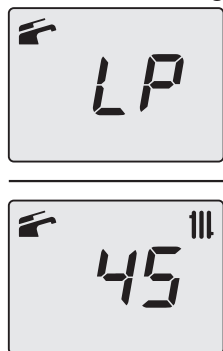

Figura 9.25
- Scorrere i vari parametri utilizzando i tasti 17 (indietro) o 19 (avanti) fino a far apparire sul display LCD le lettere **LP** che si alternano con il valore di temperatura dell'acqua di riscaldamento (es.45), indicanti l'entrata nell'attivazione della "funzione spazzacamino" alla potenza minima in sanitario (Figura 9.25).